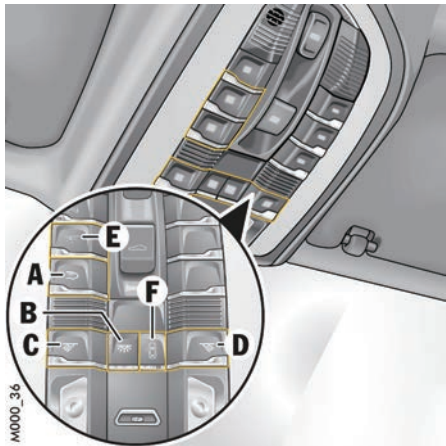

图 230: 顶置控制台中的车内照明按钮
- ▶ 对于所需的车内灯，按住前部顶置控制台上的相关按钮 **B**（图 230）或者后车门上方的 **G**（图 231）至少 1 秒钟，直到达到所需的亮度水平。
- ▶ 按下按钮 **F**（第 277 页的图 230）。
- ▶ 按下按钮 **E**（第 277 页的图 230）。
- ▶ 要对环境照明进行调光，请按住按钮 **E**（第 277 页的图 230）至少 1 秒，直到达到所需的亮度水平。